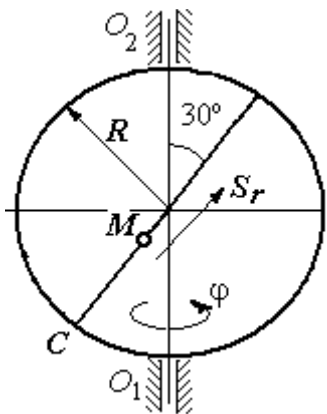

Рис. 3.10. Схема сложного движения точки
**Задача 40.** Диск (рис. 3.10) вращается вокруг оси  $O_1O_2$ , проходящей вдоль вертикального диаметра, с угловой скоростью  $\omega = 2t^2 + 4\cos\pi t$  рад/с. Положительное направление отсчёта угла поворота диска отмечено на схеме дуговой стрелкой  $\varphi$ . Вдоль другого диаметра диска, наклоненного под углом  $30^\circ$  к вертикальному, движется точка  $M$  по закону  $CM = S_r = (4t - 1)^2 - 1$  см. Расстояние отсчитывается от точки  $C$  на краю диска. Положительное направление движения точки  $M$  показано стрелкой  $S_r$ . Радиус диска  $R = 4$  см. Найти абсолютную скорость и абсолютное ускорение точки  $M$